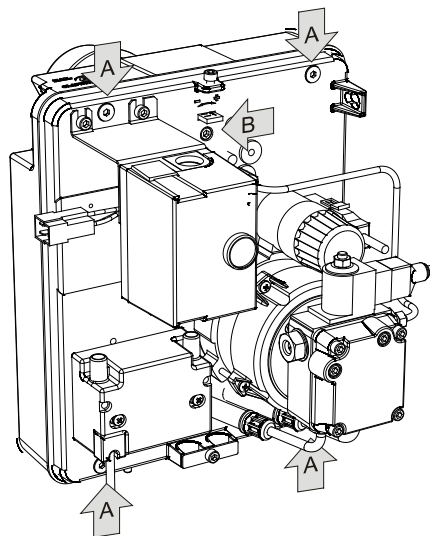

fig.1
quemador. Para ello se deben soltar previamente los 4 tornillos de amarre (fig. 1) y extraer todo el bloque del quemador del tubo de combustión. Este regulador dispone de cuatro posiciones (4=presión mínima; 1=presión máxima). Para variar la presión se debe soltar el tornillo de sujeción y volver a fijarlo en la posición deseada. A continuación se muestra una tabla de referencia de las posiciones del regulador de admisión de aire en cada modelo de caldera. Esta tabla muestra los ajustes óptimos efectuados a 500 metros sobre el nivel del mar con las condiciones de chimenea indicadas en cada caso. Los valores señalados con [*] indican la configuración de fábrica.
- Ajuste del sistema de mezcla (fig. 1). El dispositivo de mezcla del quemador se debe ajustar en función del inyector utilizado, de la presión de la bomba y de las características de la cámara de combustión.